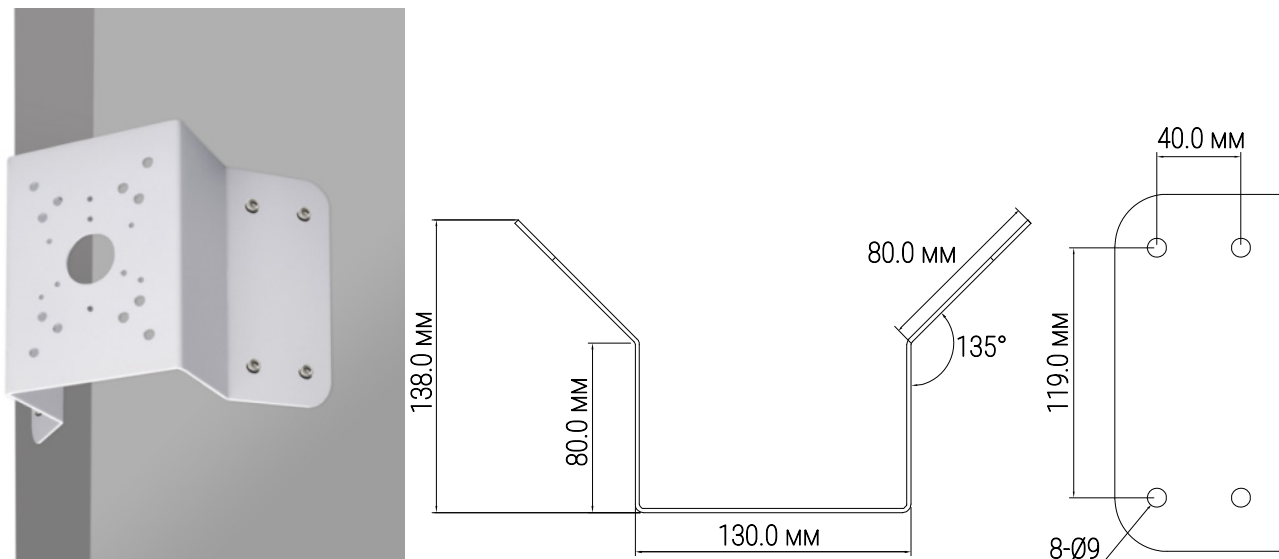

Рисунок 4.8 – Определение точек крепления кронштейна на установочной поверхности
1. Используя угловой кронштейн, отметьте точки крепления на установочной поверхности (Рисунок 4.8) и просверлите 4 отверстия (диаметр 8 мм, глубина не менее 65 мм) в установочной поверхности.